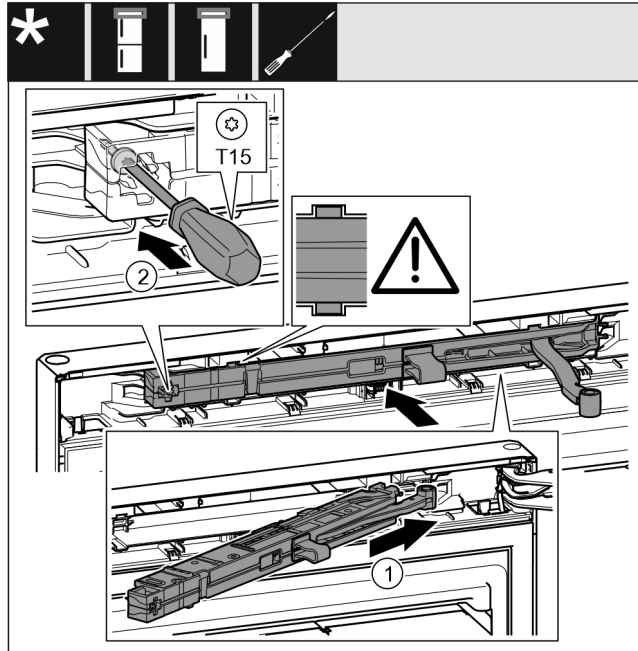

Fig. 20
- ▶ Työnnä sulkuvaimenninyksikkö laakeripukin puolella vinosti aukkoon rajoittimeen asti. Fig. 20 (1)
- ▶ Kiristä ruuvi T15-ruuvimeisselillä. Fig. 20 (2)